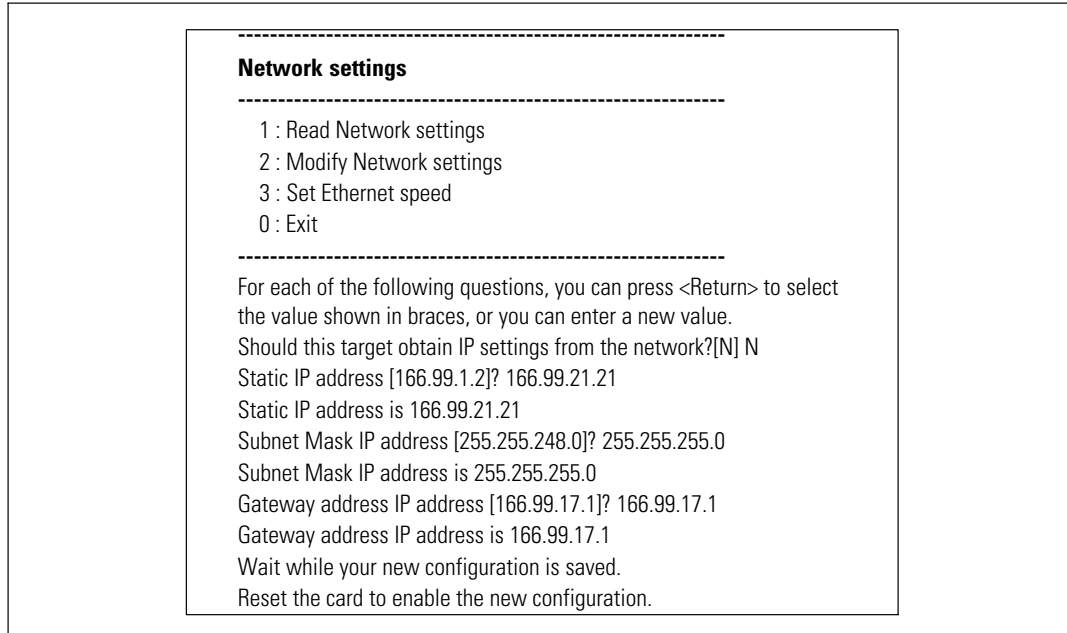

Abbildung 11. Ändern der Netzwerkeinstellungen
- 1 Geben Sie im Hauptmenü **2** ein und drücken Sie die **Eingabetaste**. Geben Sie **2** ein und drücken Sie die **Eingabetaste** erneut, um die Netzwerkeinstellungen zu ändern. Das Menü „Netzwerkeinstellungen“ wird angezeigt (siehe Abbildung 11).